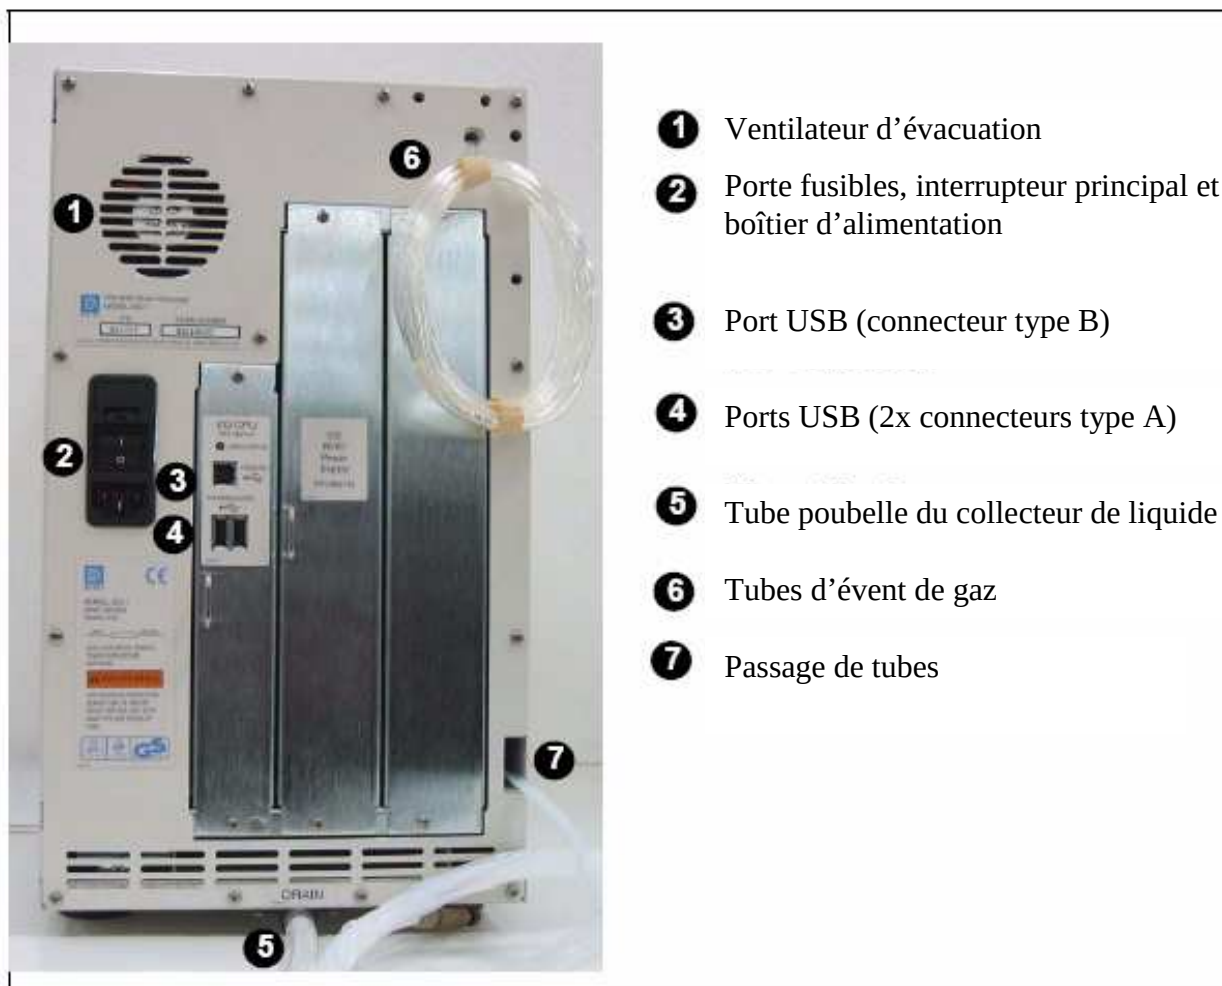

Figure 2.9. Panneau arrière du module EG.
La figure 2.9 illustre le panneau arrière du générateur d'éluant (EG) de l'ICS-3000.